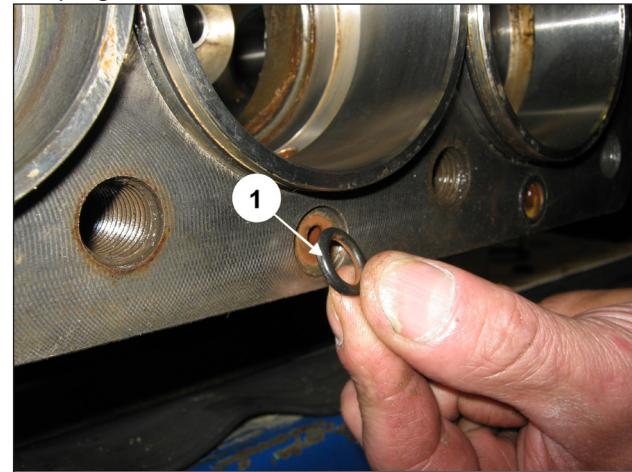

Abb. 118
Montieren Sie die 6 frontseitigen O-Ringe des Pumpengehäuses (Pos. ①, Abb. 118).